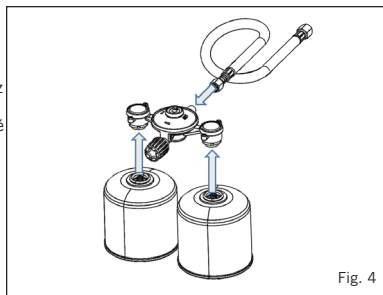

Fig. 4
- Insérez les deux cartouches de gaz sur l'unité en les vissant en place (Fig. 4).